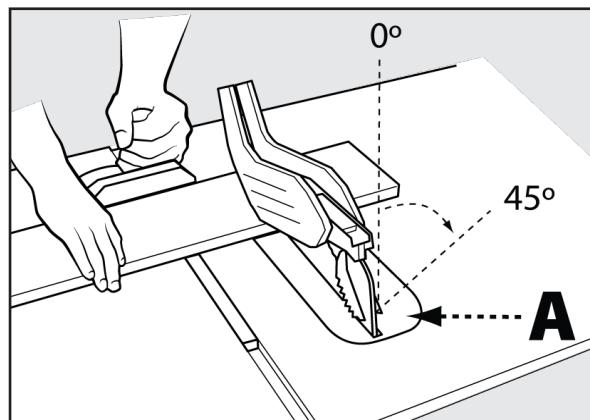

FIGURA 18
El corte transversal biselado es igual al corte transversal excepto que el ángulo de biselado (A) se ajusta a un ángulo distinto a 0°. Cuando realice un corte transversal biselado, coloque el medidor de inglete en la ranura de inglete derecha de modo que la hoja se incline lejos de la galga y las manos. Consulte la Figura 18.